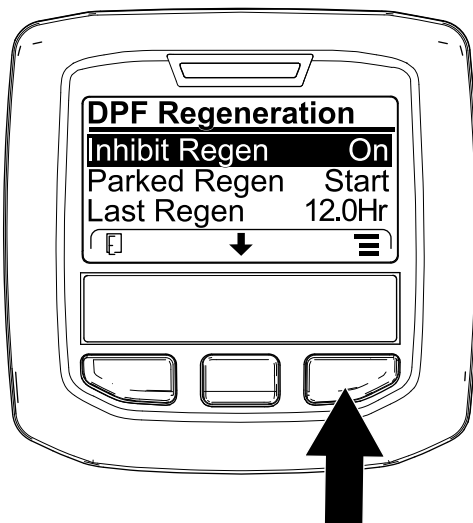
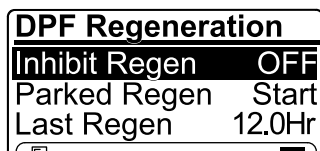

Figure 44
Figure 45
- Ouvrez le menu DPF Regeneration (régénération du FAP), appuyez sur le bouton central pour naviguer jusqu'à l'option INHIBIT REGEN (interdiction de régénération), et appuyez sur le bouton droit pour la sélectionner (Figure 44).
- Appuyez sur le bouton droit pour changer l'option d'interdiction de régénération de On (activée) à Off (désactivée) (Figure 44) ou inversement (Figure 45).